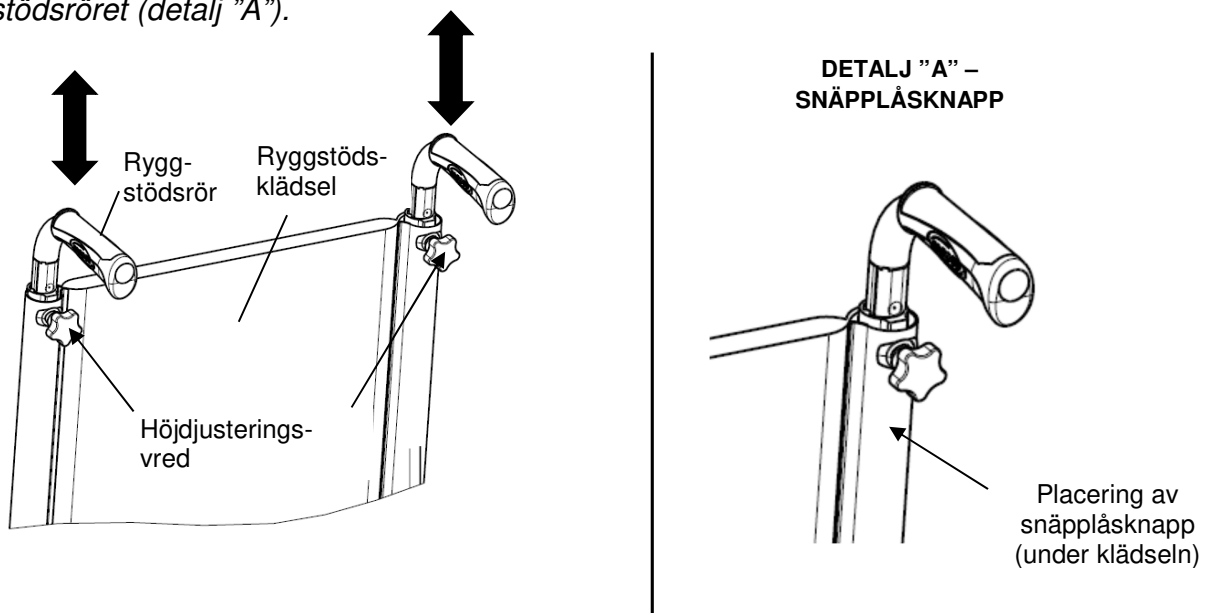

BILD 4.6 Justera det höjdbarbara ryggsstödet
3. Skjut de övre delarna (krisset och sittersrör), på båda sidor, till önskad bredd med de fördefinierade hålen (SW1, SW2, SW3, SW4), justera den centrala bulten till dess nya läge. (se BILD 4.6, se Breddstabell, följ L1- eller L2-värdena enligt den valda bredden).
OBS! Den här proceduren beskrivs i BILD 4.6.